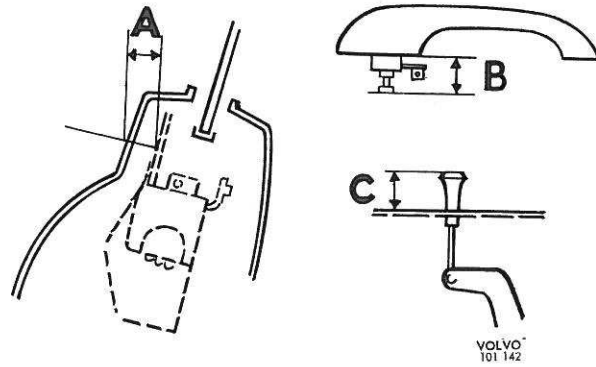

Figure 28. Cotes de réglage pour fermeture de porte
2. Régler la cote A, figure 28, à $15 \pm 0,5$ mm en pivotant la fermeture. Bien serrer la fermeture. Si le pivotement de la fermeture ne permet pas d'obtenir la cote A correcte, il faudra, après fixation de cette fermeture dans la position la plus proche de cette cote A, faire un réglage de précision en recourbant le levier (5). La cote A doit être maintenue dans les limites de tolérances permises.
3. Pousser vers l'arrière la commande à distance (12), sur laquelle a été montée au préalable la goupille fendue (11), jusqu'à ce que le levier (9) bute contre la fermeture (10). Fixer la commande à distance dans cette position. Enlever la goupille fendue (11).
4. Remonter le levier (7) pour le bouton de verrouillage inférieur (15).
2. Tourner la fermeture pour régler la cote A, figure 28, à $17 \pm 0,5$ mm. Bien serrer la fermeture dans cette position. S'il est impossible d'obtenir la cote A en faisant pivoter la fermeture, il faut fixer cette dernière dans une position la plus proche possible de cette cote A et faire ensuite un réglage de précision en recourbant le levier (5). La cote A doit être maintenue dans les limites de tolérances permises.
3. Pousser vers l'arrière la commande à distance (13), sur laquelle on a mis préalablement la goupille fendue (12), jusqu'à ce que le levier (10) bute contre la fermeture (11). Fixer la commande à distance dans cette position. Retirer la goupille fendue (12).
4. Remonter le levier (17) et reconnecter l'articulation (16) avec le levier (7).
5. Placer le levier (7) en position de verrouillage, c'est-à-dire en arrière, contre la fermeture, et le levier (14) en position de verrouillage à l'arrière. Vérifier, par l'orifice de contrôle par lequel passe la goupille fendue (12), que le levier s'engage complètement dans la position de verrouillage. Dans cette position, verrouiller le levier (14) sur l'articulation (16) avec des vis mises à l'attache (15). S'assurer que l'articulation (16) ne frotte pas contre la doublure intérieure de la porte. Elle ne doit pas
1. Vérifier la cote B, figure 28, qui doit être de 15 ± 1 mm. Régler cette cote en cas de nécessité. Serrer le contre-écrou (2) sur la vis (3), figure 26.
2. Remonter la poignée extérieure (1) sur laquelle on a monté au préalable la tige articulée (6).
3. Relier la tige articulée (6) au levier (14). Le réglage se fait ici en choisissant l'un des trois trous sur la tige articulée, de telle manière que ce trou coïncide avec le dégagement sur la poignée extérieure. Vérifier cette coïncidence en faisant passer une goupille (4) à travers le trou de la poignée extérieure comme le montre la figure. Cette coïncidence doit avoir lieu lorsque le bouton de verrouillage (15) est enfoncé, c'est-à-dire lorsque le levier (7) est enfoncé et que le levier (8) est déplacé en arrière, contre la fermeture (10).
1. Vérifier la cote B, figure 28, qui doit être de 15 ± 1 mm. Régler en cas de nécessité. Serrer le contre-écrou (2) sur la vis (3), figure 26.
3. Relier la tige articulée (6) au levier (14). Placer le levier dans la poignée dans une position telle qu'on puisse introduire une goupille (4) de 3 mm dans le trou sur la poignée. En cas de nécessité, on peut faire le réglage en vissant ou en dévissant la tige articulée (6) jusqu'à ce que la boucle de cette tige coïncide avec le levier (14) sur la fermeture.
1. Vérifier la cote B, figure 28, qui doit être de 15 ± 1 mm. Régler en cas de nécessité. Serrer le contre-écrou (2) sur la vis (3), figure 27.
3. Relier la tige articulée (6) au levier (8). Placer le levier de la poignée dans une position telle qu'on puisse introduire une goupille (4) de 3 mm dans le trou de la poignée. Le réglage se fait en vissant ou en dévissant la tige articulée (6) jusqu'à ce que la boucle de cette tige coïncide avec le levier (8) sur la fermeture.
Lorsque le bouton de verrouillage est enfoncé, la cote C, figure 28, doit être de 12 ± 1 mm, sur les portes avant comme sur les portes arrière.